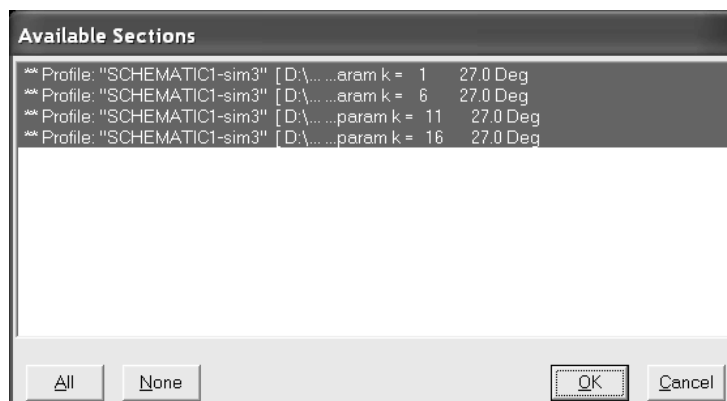

Figura 5.15
13. Rulați analiza. Veți constata că simularea se finalizează cu apariția ferestrei din figura 5.15, în care se permite selectarea valorii lui  $k$  pentru care se dorește vizualizarea caracteristicii.